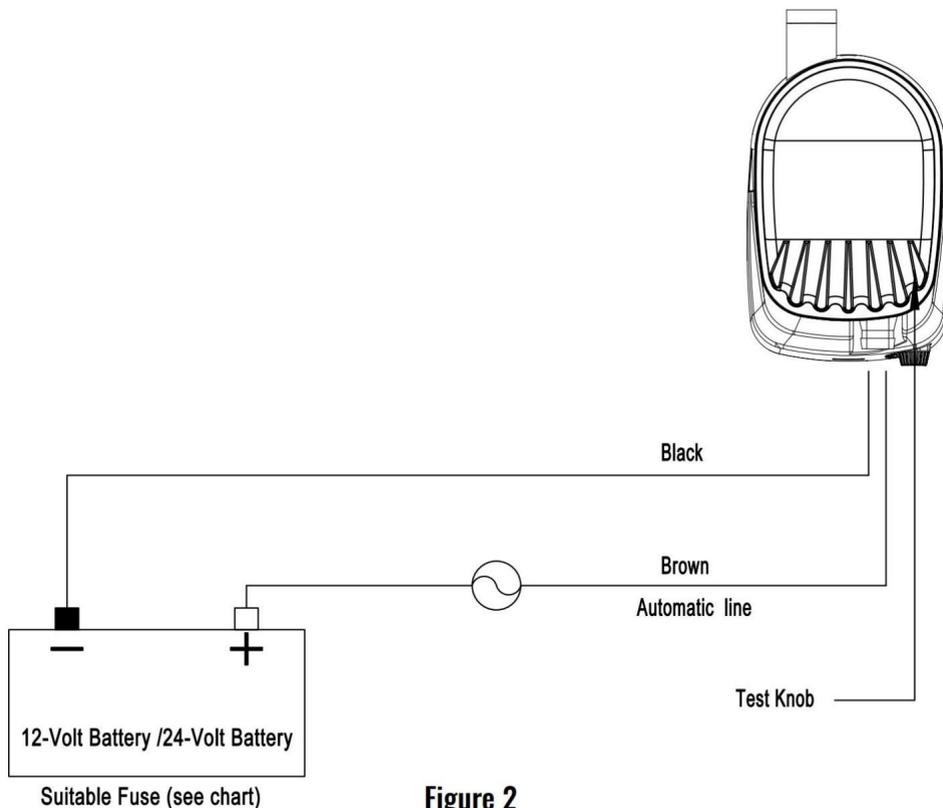

Figure 2
1. En utilisant toute la longueur du fil fourni (et un fil supplémentaire si nécessaire), connectez les fils à la pompe comme indiqué sur le schéma. (Voir Figure 2.)